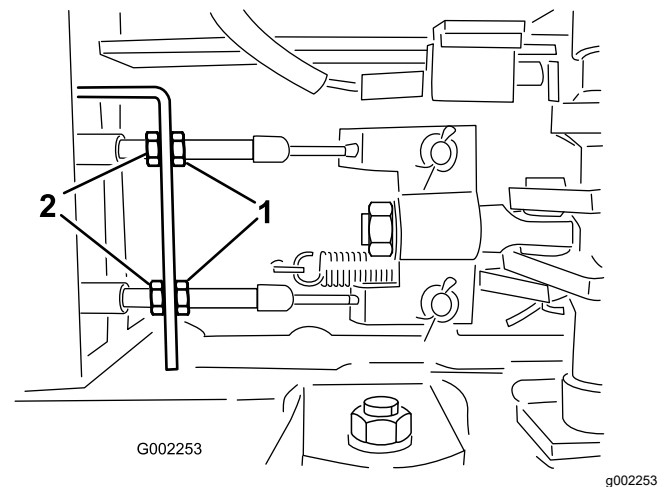

Figura 138
5. Afloje las contratuercas delanteras de los cables de freno, debajo del extremo delantero del fumigador (Figura 138).
6. Apriete las contratuercas traseras en la misma cantidad hasta que el pedal de freno recorra entre 1 a 2 cm antes de que se note resistencia (Figura 138).